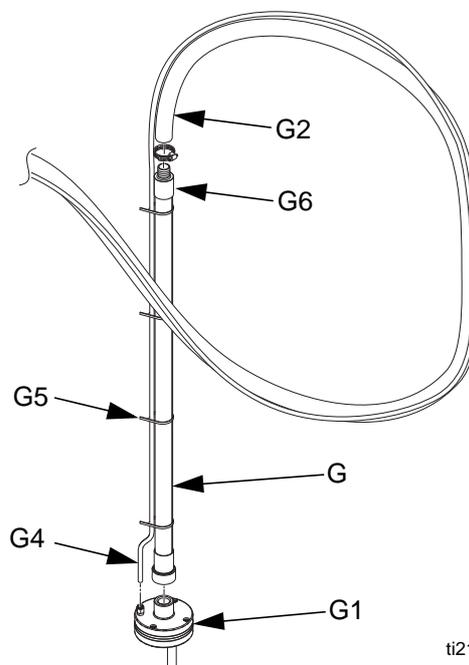

FIG. 8
6. Appliquer un produit d'étanchéité sur le filetage, puis attacher le tube en acier (G) du secoueur sur la tête (G1) du secoueur. Voir FIG. 8.
7. Attacher le tuyau de transfert sous vide (G2) avec un diam. ext. de 33 mm (1,3 po.) sur le tube en acier (G) du secoueur et l'attacher avec le collier de serrage fourni. Voir FIG. 8.
8. Faire passer la conduite d'air (G4) de 9,5 mm (3/8 po.) de diam. ext. le long du tuyau de transfert sous vide (G2) de 33 mm (1,3 po.) et l'attacher à plusieurs endroits avec les serre-câbles (G5) fournis. Voir FIG. 8.
**REMARQUE :** S'il y a trop d'électricité statique sur le tuyau d'alimentation (G), installer le kit 24R708 de mise à la terre du tuyau d'alimentation sur l'extrémité du tuyau d'alimentation (G6). Voir FIG. 8.